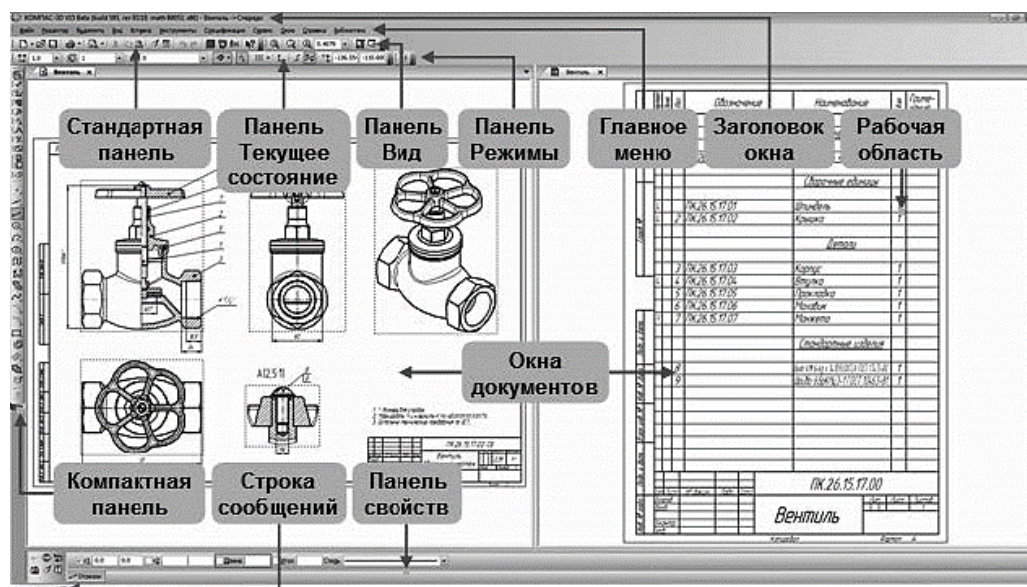

Рис. 1. Главное окно системы
**Заголовок** расположен в самой верхней части окна. В нем отображается название программы, номер ее версии и имя текущего документа (рис. 1).
В рабочей области располагаются окна открытых документов: чертежей, спецификаций, фрагментов и т.д. (рис. 1).